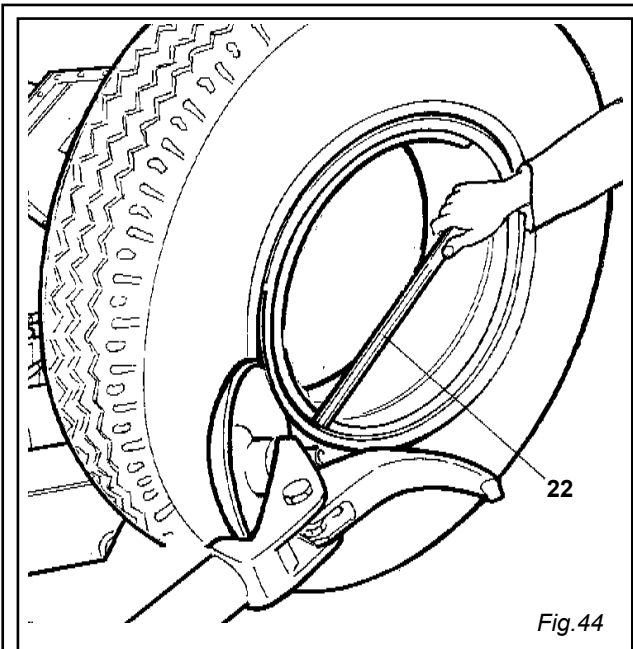

Fig. 44
- 5) Ripetere l'operazione facendo però avanzare il disco stallonatore contro il cerchietto (vedi fig. 44) fino a liberare l'anello di bloccaggio che verrà poi estratto con l'apposita leva (22) o con l'aiuto del disco stallonatore.
- 11) Traslare la pedana mobile (10) fino a portarla sotto la verticale del pneumatico.
- 3) Use the control levers (3) (4) to position the wheel so that the bead breaking disk skims the outer edge of the split-ring.
- 5) Repeat this operation but this time move the disk against the split-ring (See Fig. 44) until the locking ring is released. This ring can be removed with the special lever (22) or with the help of the bead breaking disk.
- 11) Move the platform (10) directly under the wheel.
- 5) Повторите данную процедуру. Теперь перемещайте диск по направлению к разрезному кольцу (см. Рис. 44), которое далее необходимо извлечь с помощью специального рычага (22) или с помощью диска отжима борта шины.
- 5) Den Vorgang wiederholen, aber die Abdrückscheibe gegen den Spaltring (**Abb. 44**) bewegen, bis der Sperring freigegeben ist, der dann mit dem Hebel (22) oder der Abdrückscheibe herausgezogen wird.
- 11) Die Schiebebühne (10) unter das Rad bringen.